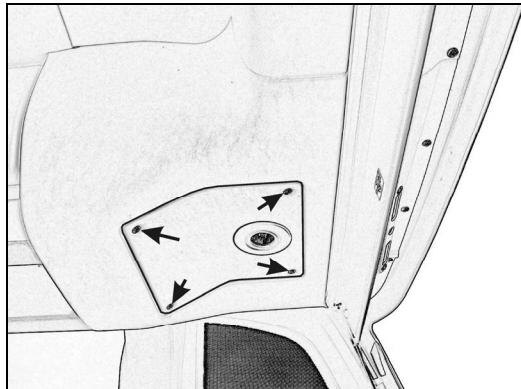

FIGURE 5
3. Retirer les 4 vis de fixation du panneau d'accès situé au-dessus du conducteur (Figure 5).